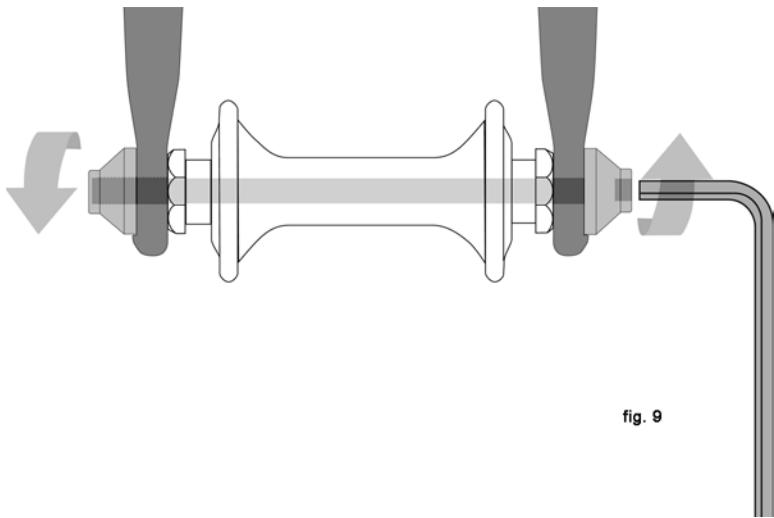

fig. 9
- Un axe creux traversé par une tige et qui a un écrou d'un côté et un raccord pour une clé hexagonale, un levier de verrouillage ou un autre dispositif de serrage de l'autre (boulon transversal, fig. 9)